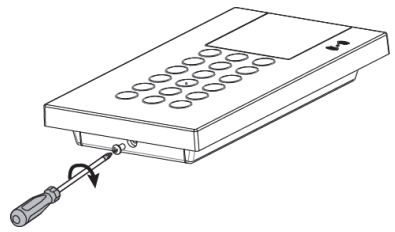

Figure 5
6. Insérez la vis de fixation pour fixer le clavier (voir Figure 5).